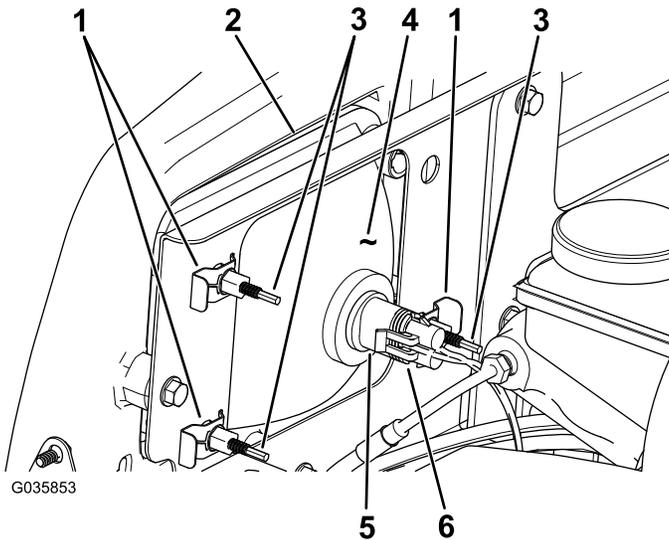

Figura 50
8. Ligue o conector elétrico para a cablagem ao conector do conjunto da lâmpada (Figura 50).
3. Desligue o conector elétrico para a cablagem do conector do conjunto da lâmpada (Figura 50).
4. Retire os cliques rápidos que fixam o farol ao respectivo suporte (Figura 50).
5. Retire o conjunto do farol movendo-o para a frente através da abertura no pára-choques dianteiro (Figura 50).
6. Instale o novo farol através da abertura no pára-choques (Figura 50).
2. Na parte traseira do conjunto de faróis, rode os parafusos de ajuste (Figura 50) para inclinar o conjunto dos faróis e alinhar a posição do feixe.